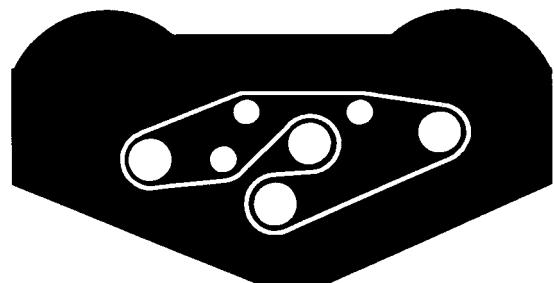

Figura 13
- Encamine la nueva correa alrededor de las poleas de husillo y de la intermedia, según se indica en la Figura 13.